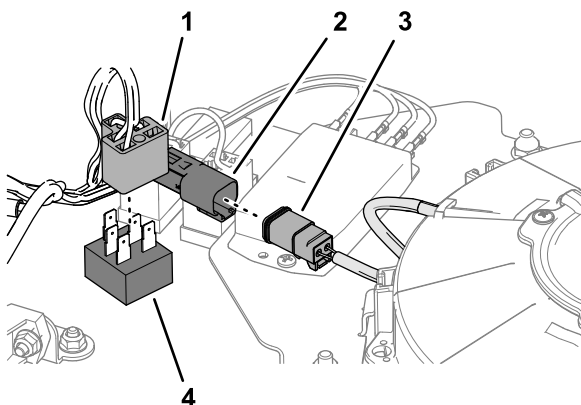

Рисунок 10
4. Подсоедините 5-штыревой разъем переключателя вентилятора к 5-гнездовому разъему жгута проводов из комплекта (Рисунок 10).
5. Подсоедините 2-штыревой разъем жгута проводов из комплекта к 2-гнездовому разъему жгута проводов вентилятора охлаждения (Рисунок 10).